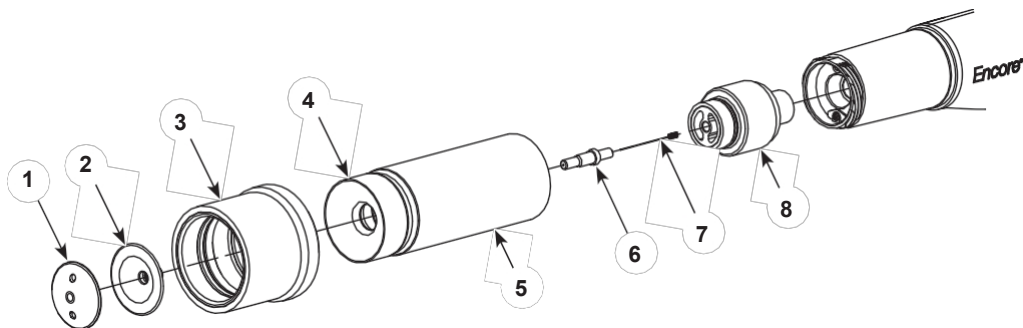

Рисунок 8 Очистка конического сопла
**ВНИМАНИЕ:** Перед снятием гайки сопла с пистолета-распылителя необходимо снять колпачок дефлектора (1) и дефлектор (2). Если их не снять сначала, опора электрода (8) может быть повреждена, и ее придется заменить.
1. См. рис. 8. Удерживайте дефлектор (2) пальцем, отвинчивая крышку дефлектора (1). Аккуратно снимите отражатель (2) с конического держателя электрода (6).
2. Открутите гайку сопла (5) против часовой стрелки и снимите гайку, коническое сопло (4) и гильзу (3) с пистолета-распылителя.
5. Осмотрите держатель электрода (6). Если держатель электрода изношен или поврежден, отвинтите его от держателя электрода (8), затем снимите электрод (7). Установите электрод в новый держатель, затем вкрутите держатель в опору электрода. Установите узел опоры электрода (6, 7 и 8) в пистолет-распылитель.